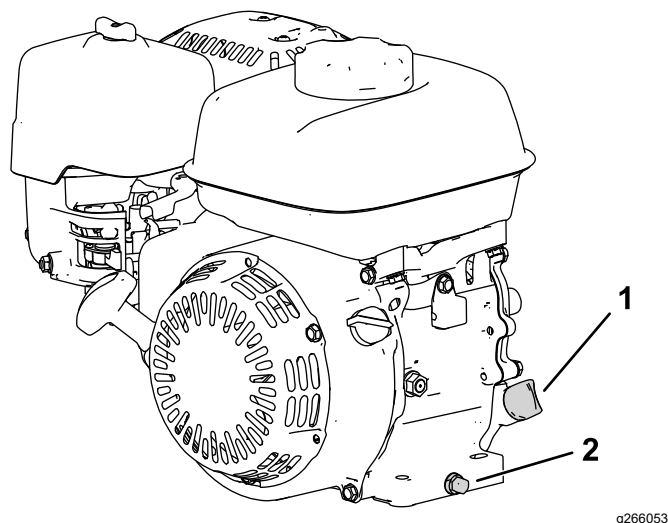

图 29
2. 调整机器使发动机保持水平并清洁加油管周围的区域 图 29。
3. 取出排油塞、垫圈和量油尺 图 29。